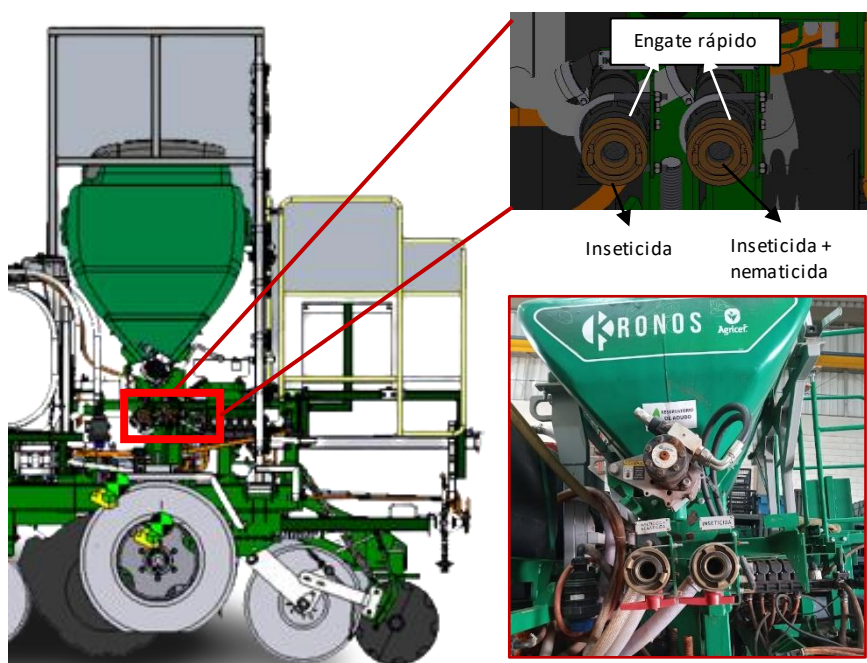

Fig. 7.1: Engates rápidos das mangueiras de abastecimento de inseticida e nematocida.
1. Com o trator e implemento desligados, encaixe a mangueira do caminhão tanque no engate do respectivo produto (Fig. 7.1);